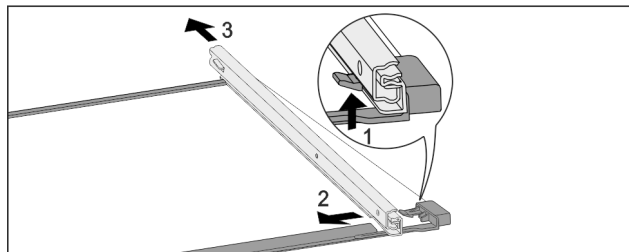

Fig. 173 Skleněná deska s kolejničkami
- ▶ Přední aretační háček zatlačte nahoru. Fig. 173 (1)
- ▶ Výsuvnou kolejničku vysuňte stranou Fig. 173 (2) a dozadu Fig. 173 (3).